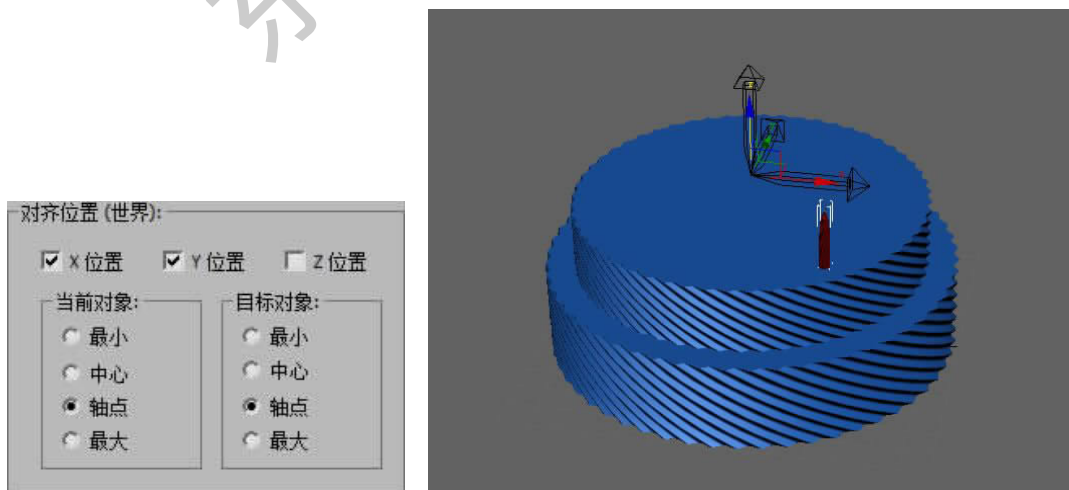

图 2-69 对齐轴
Step 13. 选择  对齐工具, 点击蛋糕, 将蜡烛的轴心对齐到蛋糕的轴心上, 如图 2-69 所示。